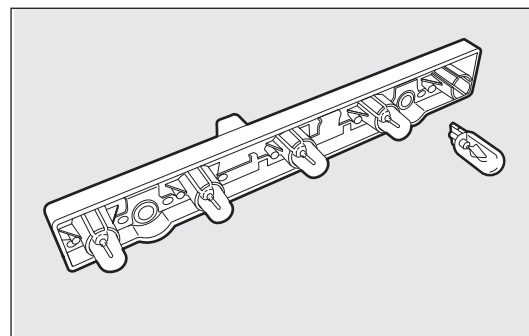

рис. 152
- выньте и замените лампы – рис. 152.